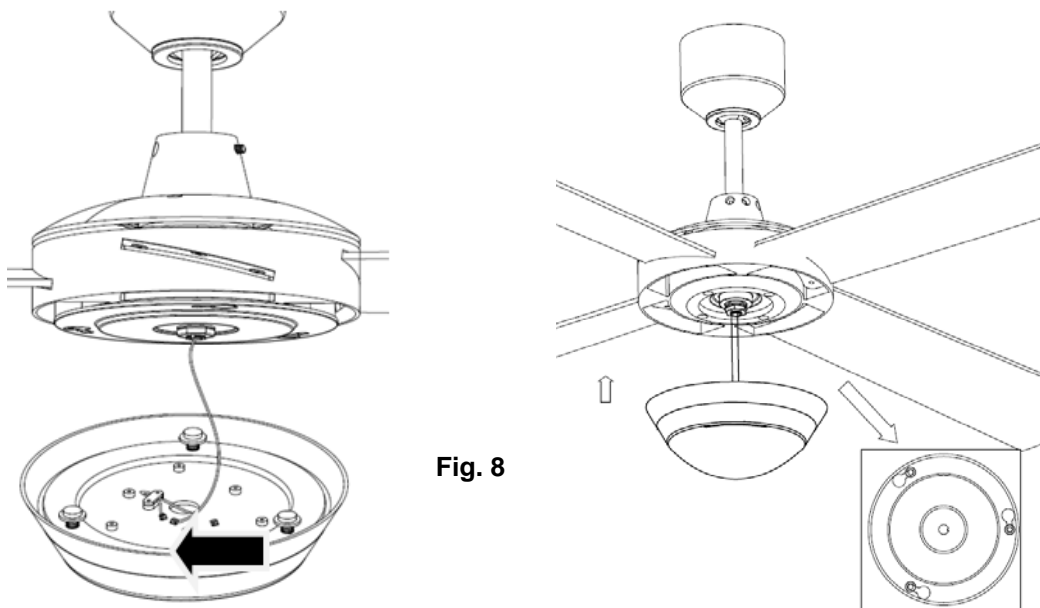

Fig. 8
6. Levante el juego de luces LED hacia la base de la lámpara y conecte los cables de alimentación LED al juego de luces LED a través de los conectores rápidos. Seguidamente, inserte los tornillos del modulo de alojamiento en los extremos anchos de los agujeros de chaveta y gire la caja del juego de luces LED en sentido horario hasta que los tornillos del modulo de alojamiento estén situados firmemente en los extremos estrechos de los agujeros de chaveta. **Fig.8**